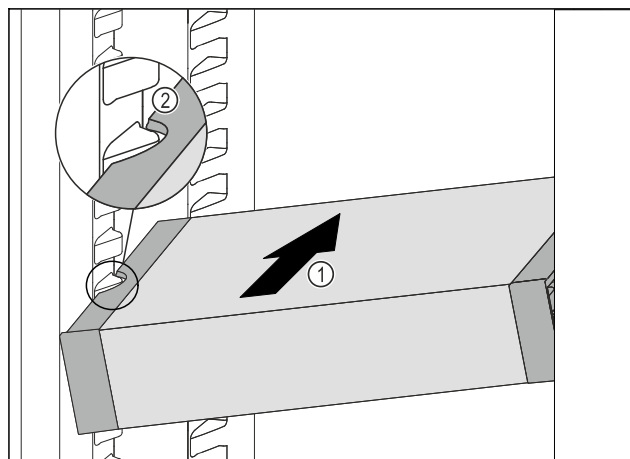

Fig. 81
- VarioSafe schräg in das Kühlteil einschieben Fig. 81 (1), bis sich die seitlichen Aussparungen Fig. 81 (2) des VarioSafes auf Höhe der Behälterrippe im Kühlteil befinden.